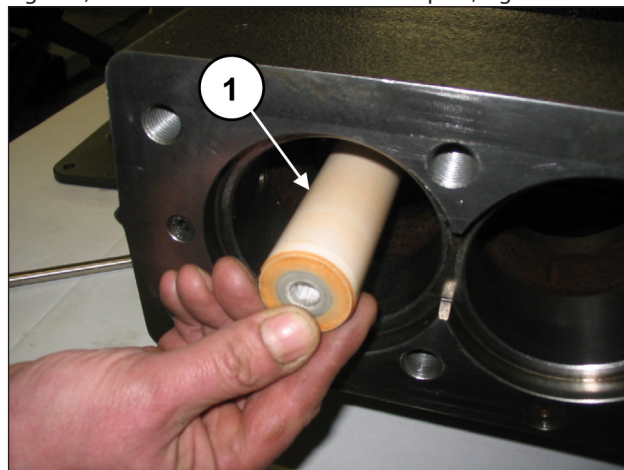
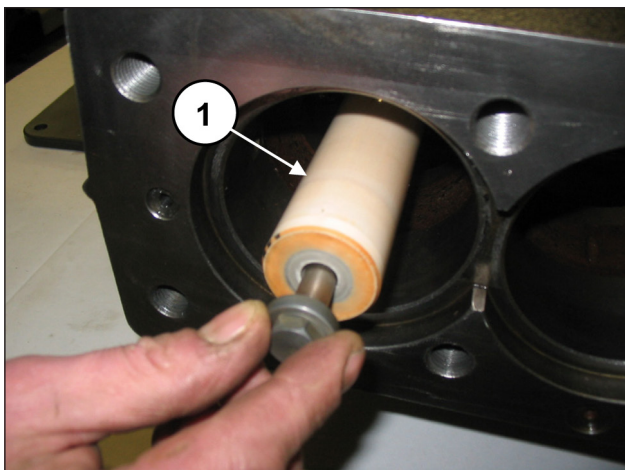

Fig. 157
Fig. 158
Monter les pistons sur les guides correspondants (rep. ①, Fig. 157) et les fixer comme le montre le rep. ①, Fig. 158.